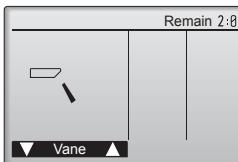

Fig. 7-6
- ② Kanatçık ayar ekranını açmak için **⑦** düğmesine basın.
- ① **F1** **F2** düğmeleri ile otomatik kanatçığı kontrol edin. (Fig. 7-6)
- ② **⑦** düğmesine basarak "Test run" (Test çalışma) işlem ekranına dönün.
- ③ **⑤** düğmesine basın.